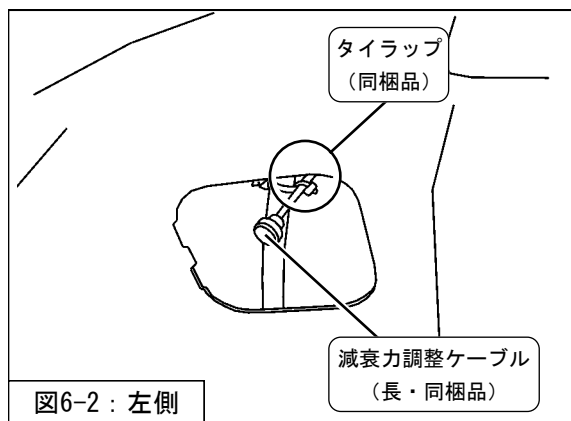
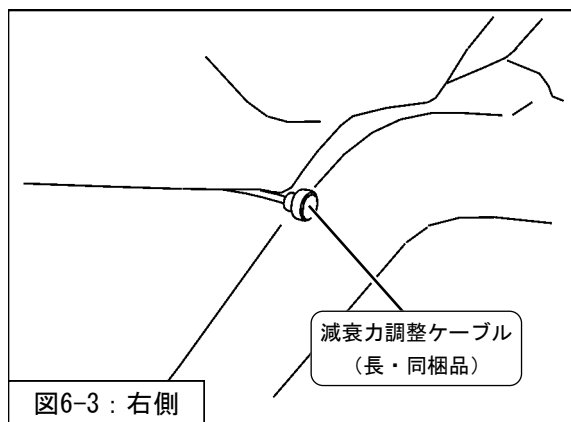
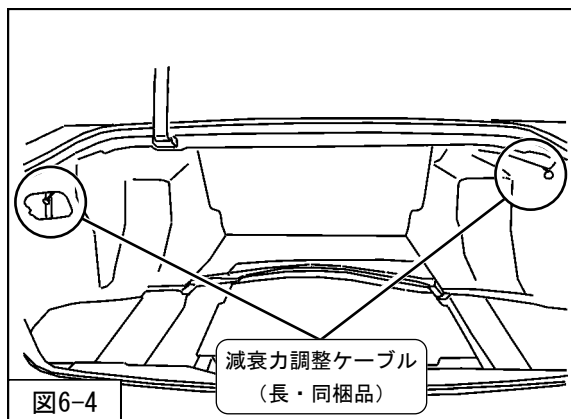

図6-2：左側
図6-3：右側
図6-4
3. 左側はタイラップ（同梱品）を使用して、ホースまたは配線等にケーブルを固定してください。（図6-2・図6-4）
4. 右側は内張りの隙間からケーブルを出してください。（図6-3・図6-4）